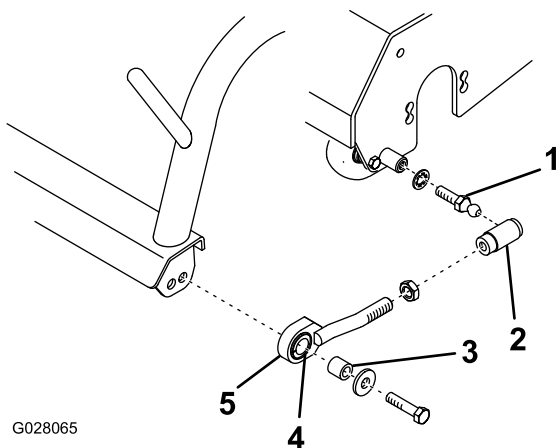
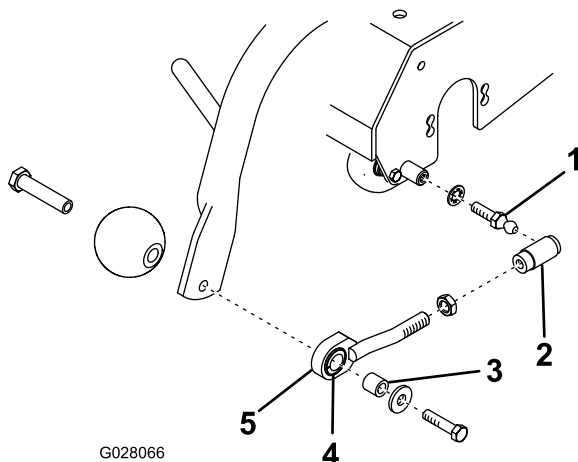

Рисунок 5
Рисунок 6
- В. Установите зажимную гайку и приемную часть шарового шарнира на каждый узел тягового звена, как показано на Рисунок 5 или Рисунок 6.
Е. Наденьте на приемную часть каждого шарнира втулку и зацепите втулки за шаровые пальцы (Рисунок 5 или Рисунок 6).
С. На каждый конец несущей рамы установите узел тягового звена, используя разделитель, шайбу и винт (Рисунок 5 или Рисунок 6).
Д. Установите шаровой палец и стопорную шайбу на каждый конец тройного катка (Рисунок 5 или Рисунок 6).